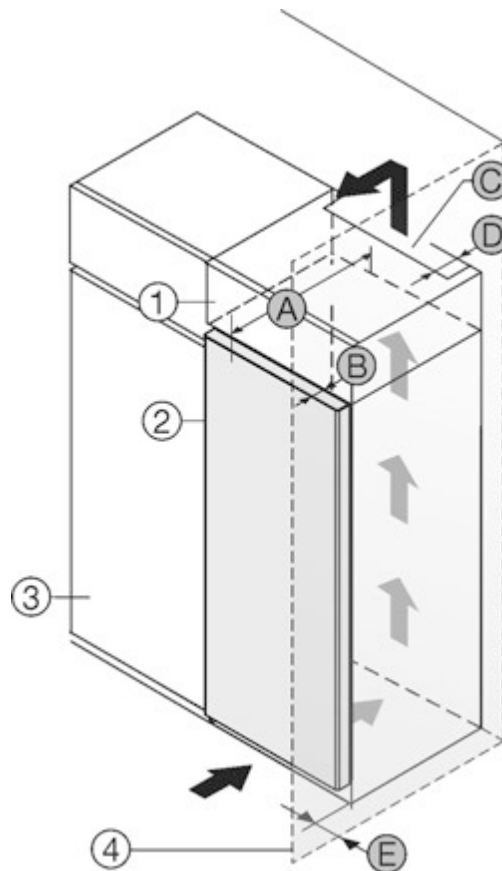

Fig. 1
Ви можете встановити пристрій безпосередньо поряд із кухонною шафою Fig. 1 (3)\*.
Зі зворотного боку шафи для встановлення на пристрої слід передбачити вентиляційну шафу завглибшки Fig. 1 (D) на всю ширину цієї шафи.\*
Слід дотримуватися вентиляційного отвору Fig. 1 (C) в стелі приміщення.\*
Якщо пристрій із шарнірами встановлюється поряд зі стіною *Fig. 1 (4)*, відстань між пристроєм і стіною повинна бути не менше 13 мм.\*
Якщо пристрій із шарнірами встановлюється поряд зі стіною *Fig. 1 (4)*, відстань між пристроєм і стіною повинна бути не менше 20 мм.\*
Щоб мати можливість повністю відкривати дверцята, потрібно, щоб пристрій виступав на відстань глибини дверцят *Fig. 1 (B)* відносно передньої панелі кухонної шафи. Залежно від глибини кухонних шаф *Fig. 1 (3)* та використання пристінних розпірок пристрій може ще більше виступати вперед.\*